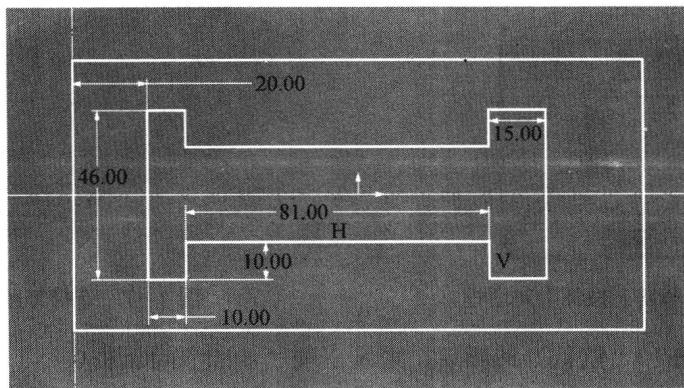
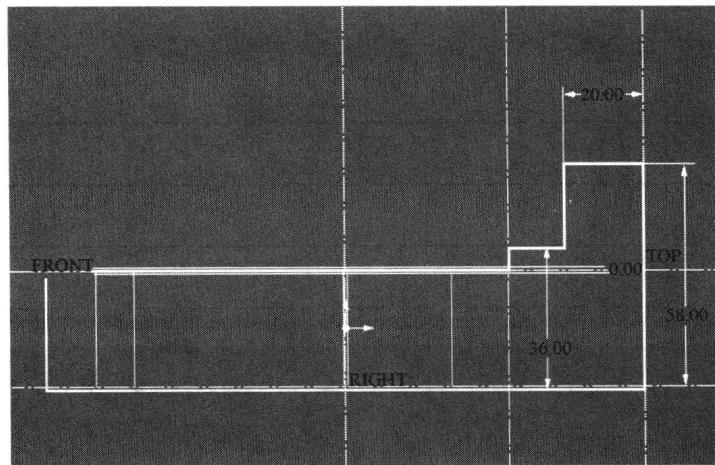

图 1-20 步骤二草绘图形
图 1-22 步骤三草绘图形
**STEP 2** 草绘图形如图 1-20 所示。
**STEP 3** 在完成如图 1-20 所示的造型的基础上，用“加材料”的拉伸实体造型方法，在草绘平面选择时，选择实体中与 TOP 面平行的外侧面，进入草绘界面前加选实体上参照边，草绘图形如图 1-22 所示。